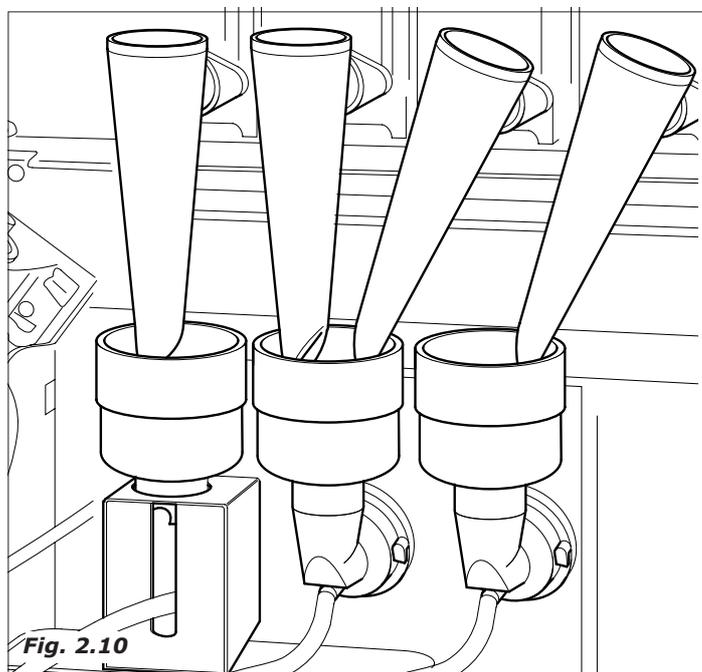

Fig. 2.10
- Primero se activa el motor de la batidora (Fig.2.10).